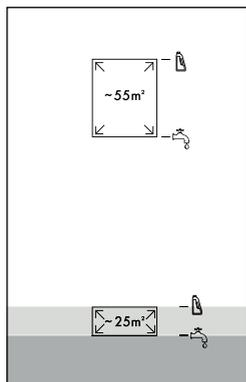

Afb. 6
- ◆ Pak het schoonwaterreservoir **11** vast bij de greepvlakken op de zijkanten en trek het omhoog uit het apparaat (zie afb. 6).